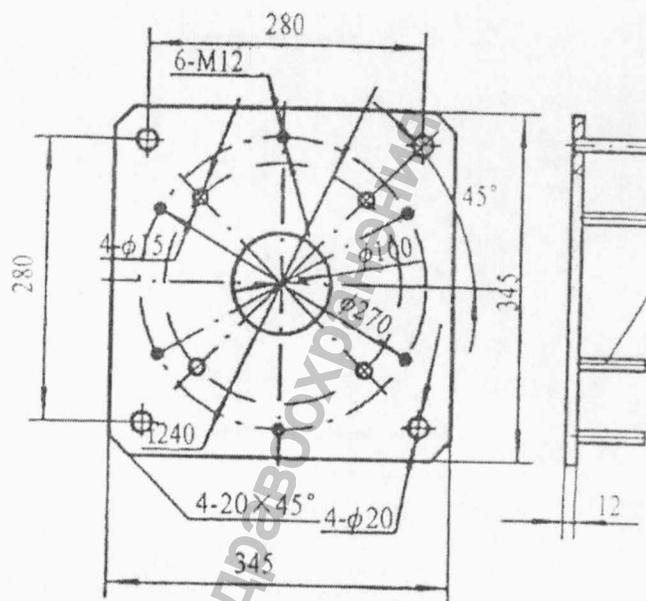

Рис.4 Установка фиксирующей панели
- Для установки в типичных операционных различной конфигурации обратитесь к рис. 1, 2, 3. На рис. 4 указаны размеры.